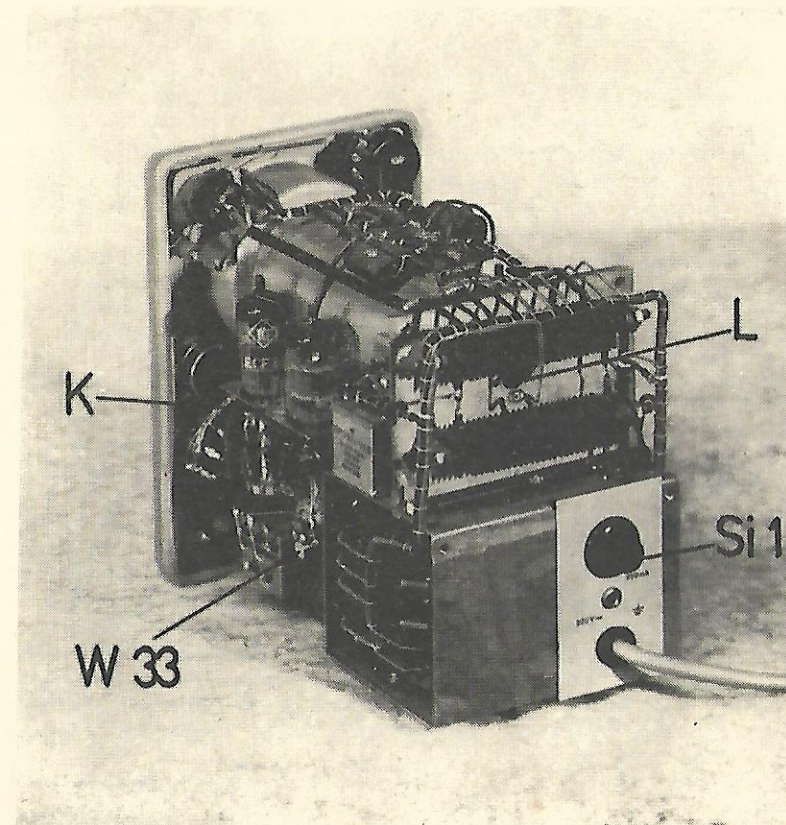

Abb. 3
4. Horizontal-(X-)Verstärker und Kippgenerator (K, Abb. 3)
Das Gerät besitzt einen Schutzkontaktanschluß und ist für eine Netzspannung von $220 \text{ V} \pm 10\%$, 50 Hz, ausgelegt und mit einer trägen Sicherung von 0,25 A abgesichert (S1, Abb. 3).
Mit einem im Inneren des Gerätes liegenden Trimmer-Potentiometer (W 33, Abb. 3) kann die seitliche Lage der Zeitbasis korrigiert werden, was besonders bei Röhrenwechsel erforderlich werden kann.
Beim Auswechseln der B 7 S 1 wird nach Entfernung der Haube durch kräftiges Drücken auf den Sockelbolzen der B 7 S 1 (durch das Loch im Netzteilchassis [L, Abb. 3] z. B. mit einem kräftigen Schraubenzieher) bei gleichzeitigem Gegenhalten am Lichtschutztubus die Röhre herausgedrückt. Nachdem die Röhre aus ihrer Fassung herausgeschnappt ist, wird das Gerät leicht nach vorn geneigt, so daß die Röhre herausrutschen kann. Nach dem Einsetzen der neuen Röhre wird in der Regel ein Nachstellen durch geringfügiges Verdrehen der Fassung erforderlich (Fassung läßt sich schwergängig etwas verdrehen), so daß die Zeitbasis wieder genau waagrecht geschrieben wird.